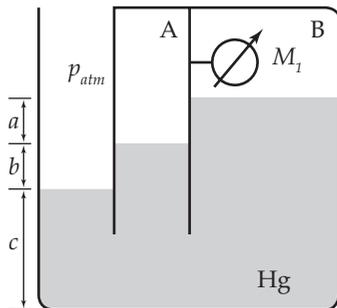

Figura Ep1.21
**Ep1.21** Nas cavidades A e B do recipiente ilustrado na Figura Ep1.21, tem-se ar. Sabe-se que  $a = 30$  cm,  $b = 30$  cm e  $c = 60$  cm. Sabendo que a pressão atmosférica local é igual a 720 mmHg e que a densidade relativa do mercúrio é igual a 13,55, pede-se para determinar: